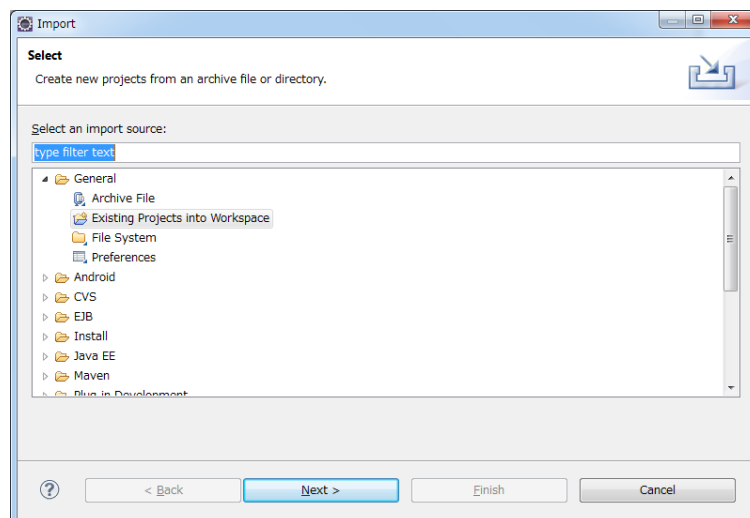

図 5-4
- (b) [General]→[Existing Projects into Workspace]を選択し、[Next]をクリックします。(図 5-4)